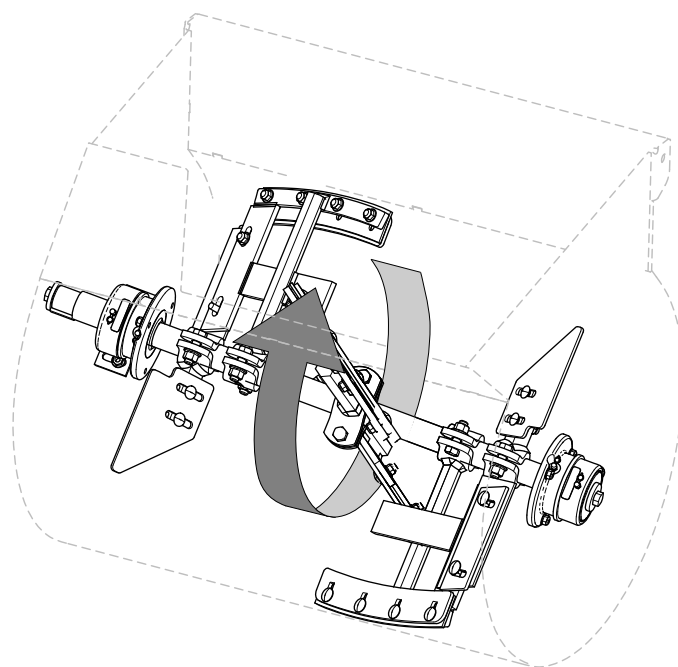

Figure 71
1. Faites tourner la pale de la rangée de pales gauche dans la cuve et localisez dans la cuve la plus petite distance entre la paroi et le racloir de la pale (Figure 71).